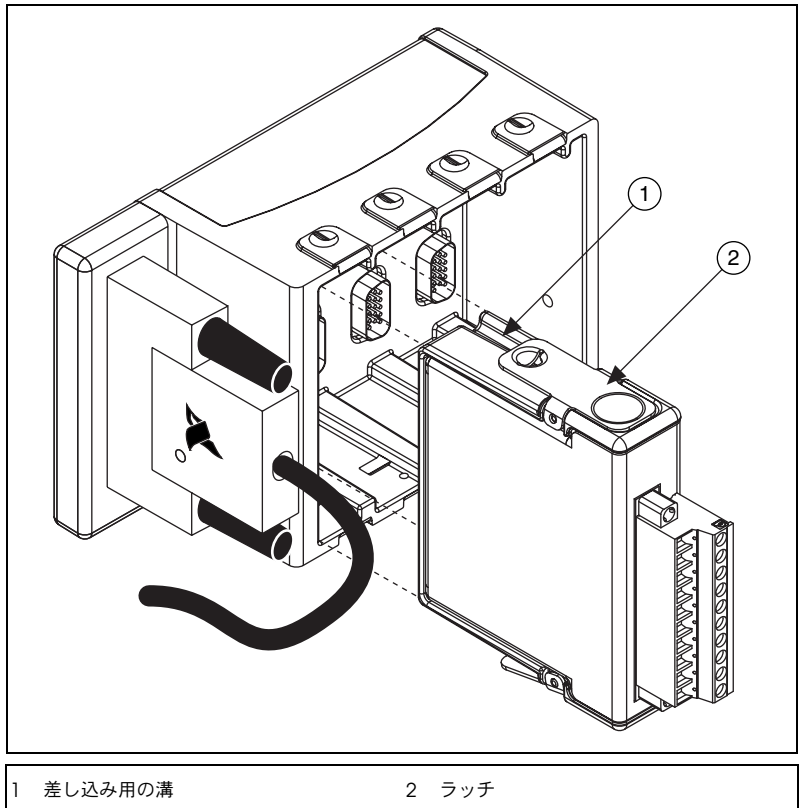

図7 シャーシにI/Oモジュールを取り付ける
2. 図 7 のように、I/O モジュールと I/O モジュールスロットに合わせます。モジュールスロットには、左から順に 1 ~ 4 の番号が付けられています。